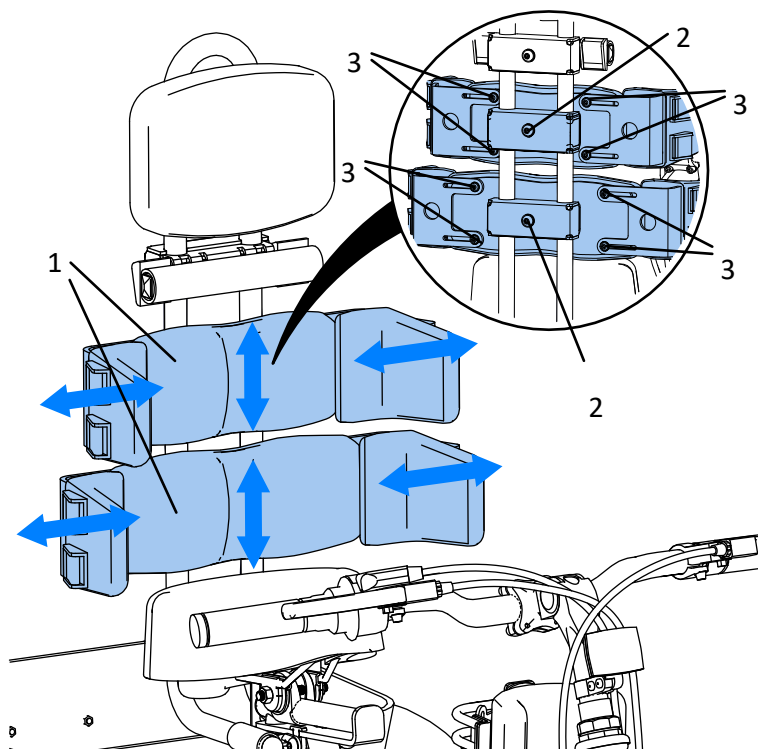

Abb. 24
Die Pelloten können zur Stabilisierung des Rumpfes verwendet werden (1) Abb. 24. Die Pelloten sind in verschiedenen Größen erhältlich, um der Körpergröße des Benutzers gerecht zu werden. Die Pelloten sind in der Breite präzise verstellbar, so dass der Abstand der Pelloten an die Asymmetrie des Oberkörpers angepasst werden kann. Die Pelloten können durch Lösen der Schraube (2) vertikal auf der Rückenstütze verschoben werden. Wenn Sie die richtige Höhe der Pelloten ermittelt haben, ziehen Sie die Schraube (2) fest. Die Breite der Pelloten kann durch Lösen der Schrauben (3) der seitlichen Umhänge und anschließendes Einstellen der Position der Pelloten in Bezug auf den Rumpf des Benutzers eingestellt werden. Ziehen Sie dann die Schrauben (3) an, um die Seitenpelloten zu befestigen.